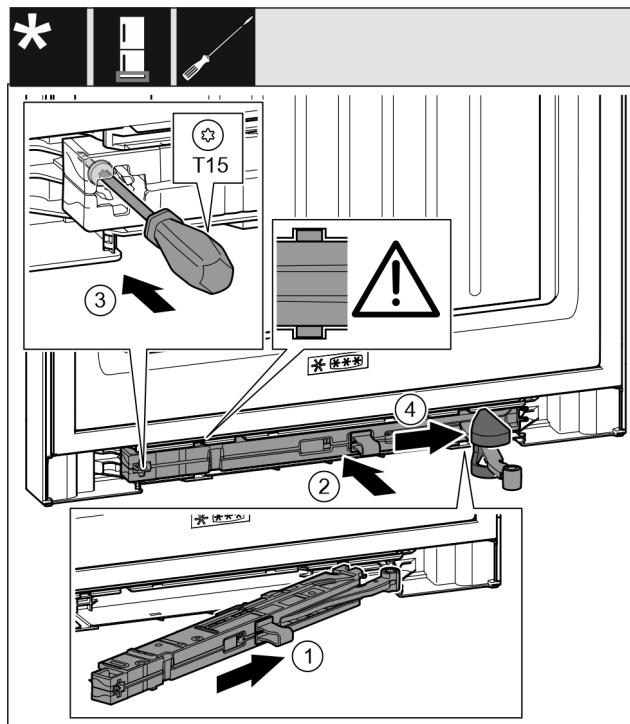

Fig. 31
- Jednotku tlumiče zavírání Fig. 31 (1) na straně stojanu ložiska zasuňte až na doraz šikmo do vybrání.
- Jednotku tlumiče zavírání Fig. 31 (2) zcela zasuňte do výklenku.
- Šroubovákem šroub Fig. 31 (3) pevně utáhněte.
- Posuňte kryt Fig. 31 (4) přes kloub.